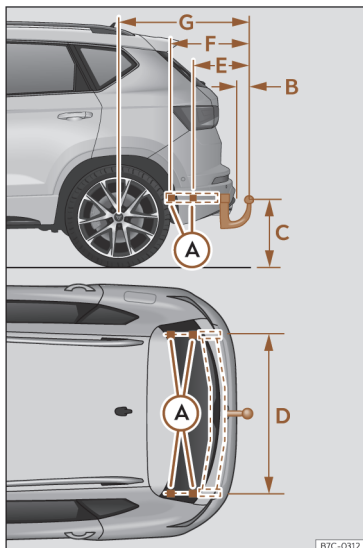

Fig. 175 Quotas e pontos de fixação para a montagem posterior de um dispositivo de reboque.
A distância entre o centro da rótula e a estrada >>> **Fig. 175** (C) nunca poderá ser inferior à indicada. Isto rege também com o veículo a plena carga, incluindo a carga vertical máxima tecnicamente admissível sobre o acoplamento.